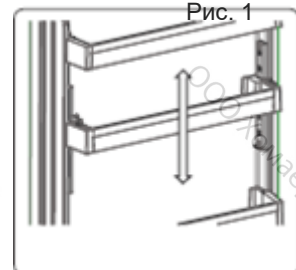

Рис. 2
- Установите полочку на нужной высоте, перемещая ее вверх и вниз. Когда полочка будет находиться в желаемом положении, отпустите фиксаторы, расположенные по бокам (Рис. 2). Перед тем как отпустить полочку, нажмите на нее вверх и вниз, чтобы убедиться, что она зафиксирована на месте.
2. Откройте крышку лампочки, потянув ее в направлении стрелки до момента, когда верхние крючки выйдут из корпуса. (Рис. 2)